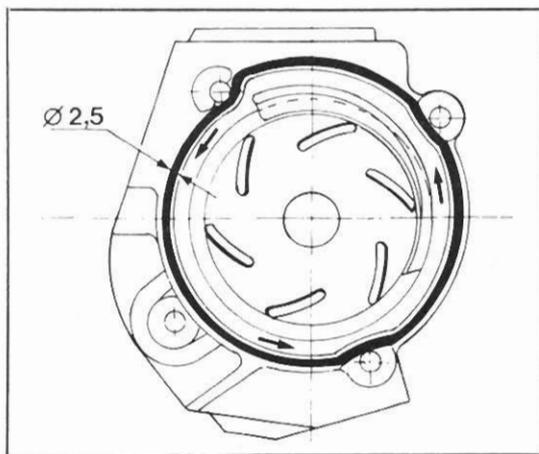

Fig.57 — Cordão de vedação de Ø 2,5
Distribuir um cordão para vedação dum produto adequado (ex. FIAT ref. 588 24 42) com o  $\phi$  de 2,5 mm, no corpo da bomba de água (fig.57).